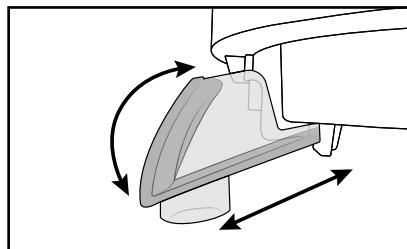

Fig. 1
- 1) Emboîtez le collecteur de pulpe **6** dans le logement correspondant sur le collecteur de jus **5**. Le bec verseur **11** doit être placé sur le côté opposé. Commencez par l'emboîtement avec le crochet dans la petite ouverture située sur le collecteur de jus **5**, puis relevez-le et enfoncez-le dans le support (voir fig. 1).
- Éteignez l'appareil avec l'interrupteur Marche/Arrêt ⑨.
- Nettoyez le socle de l'appareil ⑦, les pieds à ventouse ⑩ et le cordon d'alimentation ⑧ avec un chiffon seulement peu humidifié. Pour les souillures plus tenaces, ajoutez une goutte de produit vaisselle et essuyez avec un chiffon légèrement humidifié.
- Avant de nettoyer des accessoires avec de l'eau, retirez grossièrement les restes d'ingrédients avec la brosse de nettoyage ⑭ et videz le collecteur de pulpe ⑥.
- Pour le nettoyage, retirez le bec verseur ⑪ du collecteur de jus ⑤ (voir fig. 1).
- Nettoyez le poussoir ①, le collecteur de jus ⑤, le bec verseur ⑪, le couvercle ③ et le collecteur de pulpe ⑥ dans de l'eau savonneuse tiède et rincez ensuite soigneusement à l'eau claire.